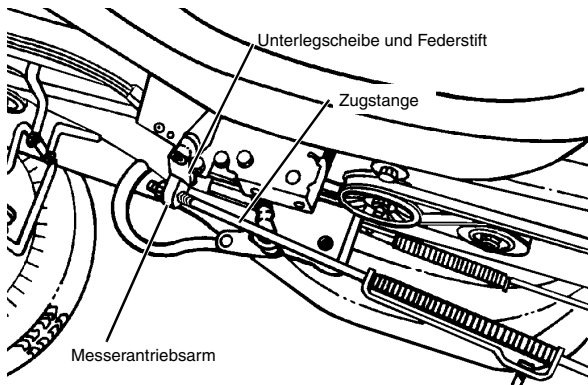
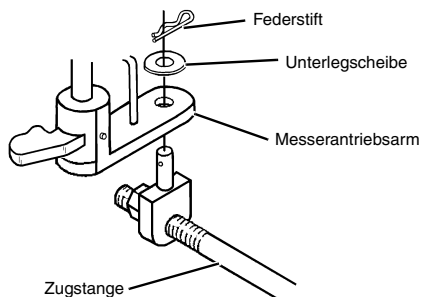

ABBILDUNG 35
ABBILDUNG 36
- Federstift und Unterlegscheibe entfernen, die die Zugstange mit dem Messerantriebsarm verbindet (siehe ABBILDUNG 35 und ABBILDUNG 36).
- Zugstange an Messerantriebsarm am Boden des Mähers mit Unterlegscheibe und Federstift montieren (siehe ABBILDUNG 36).